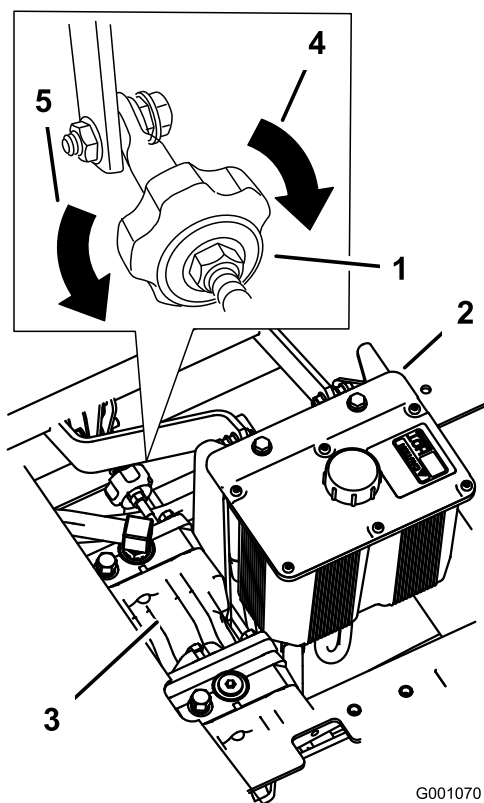

Figura 101
2. Regolate la lunghezza dell'asta della pompa facendo girare nella direzione opportuna la manopola, finché la ruota si ferma o si sposta leggermente indietro (Figura 101).